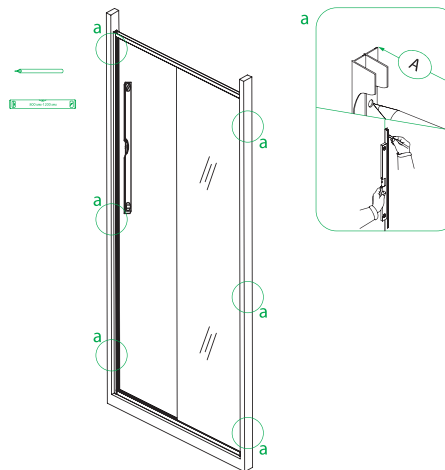

Рис. 7/7-сур.
3. Произведите разметку в нише, через отверстия в пристенных профилях (рисунок 7-а,б), и отодвиньте конструкцию для сверления отверстий.